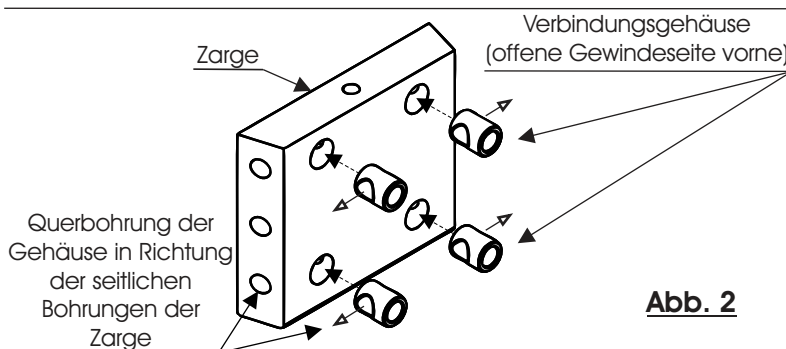

Abb. 2
3. Legen Sie sich die Zargen zurecht. Drücken Sie in jeder Zarge vier Verbindungsgehäuse ein. Diese befinden sich im beiliegenden Beschlagsbeutel. Achten Sie darauf, dass die offene Gewindeseite des Gehäuses nach vorne und die Querbohrung zu den seitlichen Bohrungen der Zarge gerichtet ist. (Abb.2)